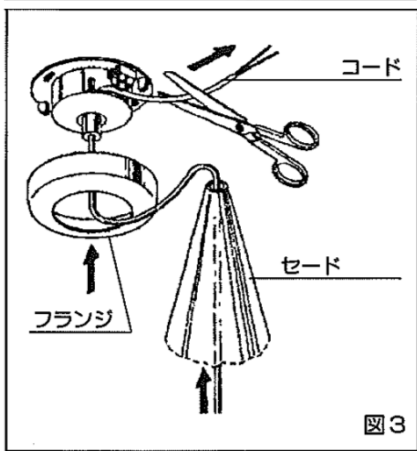

図3
3. 灯具から出ているコードをセードおよびフランジに通し、お好みの高さで切断してください。（図3）